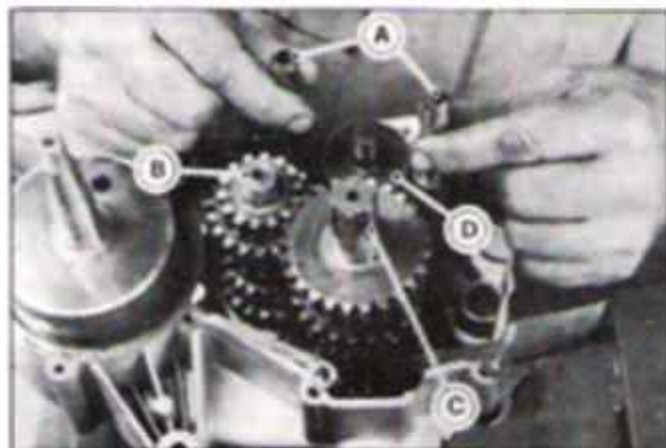

FIG. M33 - A. EIXOS - GARFOS B. CONJUNTO EIXO PRIMÁRIO C. CONJUNTO EIXO SECUNDÁRIO D. EIXO TRAMBULADOR
8. Colocar os dois eixos-garfos. Figura M33.